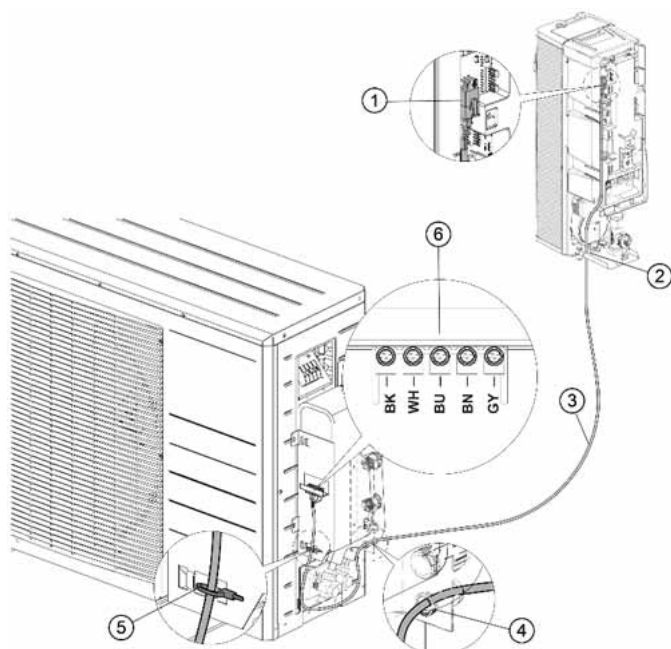

Abb. 24: Befestigung der Drähte an der Fühlerklemmleiste ⑥
- ➔ Schließen Sie das Kabel ③ des Kältemittel- sowie Vor- und Rücklauf-temperaturfühlers an den Anschluss J1 ① der Inneneinheit an.
- ➔ Führen Sie das Kabel ③ durch eine M16-Kabelverschraubung ② der Inneneinheit.
- ➔ Verlegen Sie das Kabel ③ zur Außeneinheit.
- ➔ Führen Sie das Kabel durch die untere Kabelverschraubung ④ der Außeneinheit.
- ➔ Ziehen Sie das Kabel ③ mindestens 50 cm nach oben.
- ➔ Befestigen Sie die Drähte mit Aderendhülsen gem. Abb. 24 an der Fühlerklemmleiste ⑥ der Außeneinheit.
- ➔ Befestigen Sie das Kabel ③ mit einem Kabelbinder an der Halterung ⑤ der Außeneinheit.
Legende zu Abb. 24: